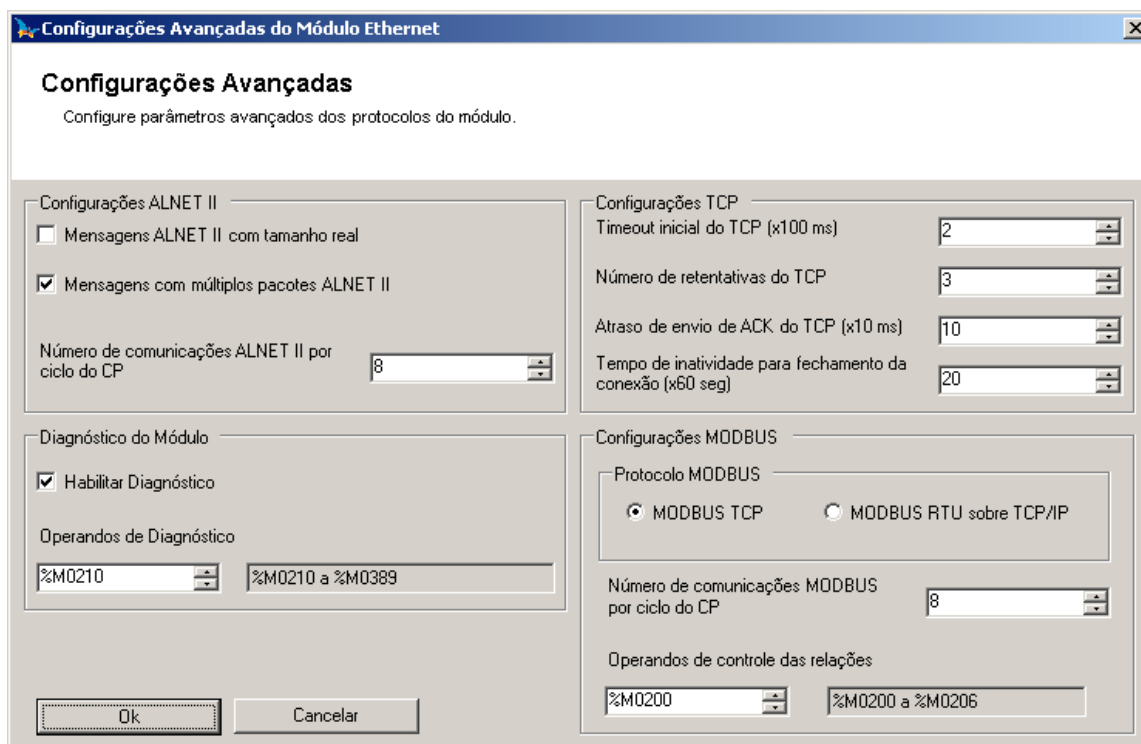

Figura 7-11. Parâmetros avançados
A Figura 7-11 apresenta os parâmetros avançados de configuração da interface.
- Todas as relações foram definidas a partir de informações extraídas da Figura 7-2, Figura 7-7 e Figura 7-11.